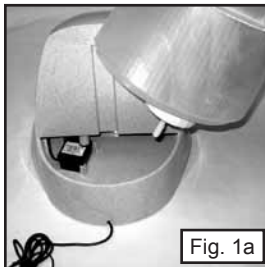

Fig. 1a
- 4) Løft vandbeholderen op og tjek for at sikre, at slangen til vandindtag er sluttet til motoren. (Fig. 1a & 1b)